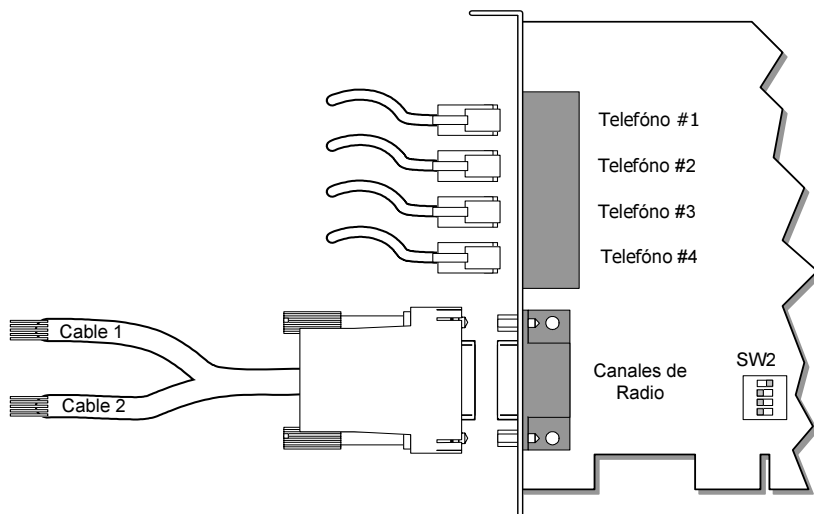

Figura 2 – Conexión de Entradas de la SENTINEL
5. Asegúrese de que el Dip Switch (SW2) esté ajustado como está descrito en la Figura 2, a menos que PIMA le haya dado instrucciones distintas.
La tarjeta SENTINEL tiene 4 líneas telefónicas y dos entradas para canales de radio. Consulte en la Figura 2 cómo conectar estas entradas.